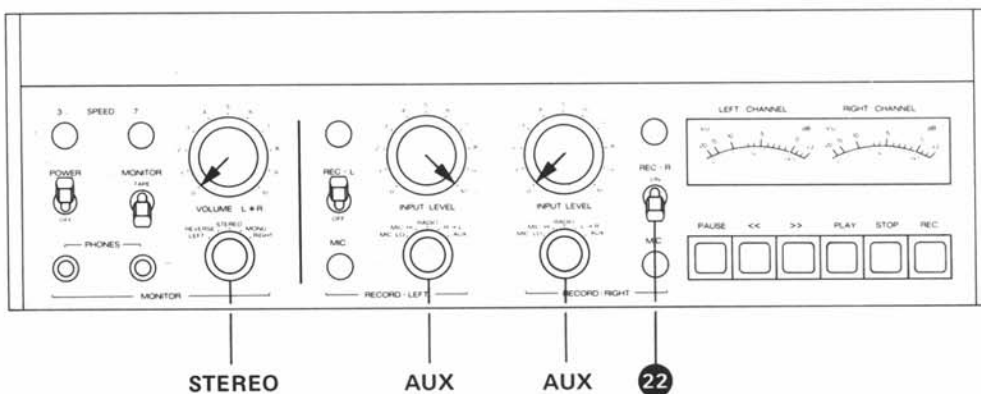

Fig. 6.4.-2
- Bedienungselemente nach Fig. 6.4.-2 einstellen.
- Anschluss AUX INPUT (48). Beide VU-Meter zeigen 0 VU.
- Zusätzlich Aufnahmevorwahlschalter REC-R (22) auf ON. Nur linkes VU-Meter zeigt 0 VU.